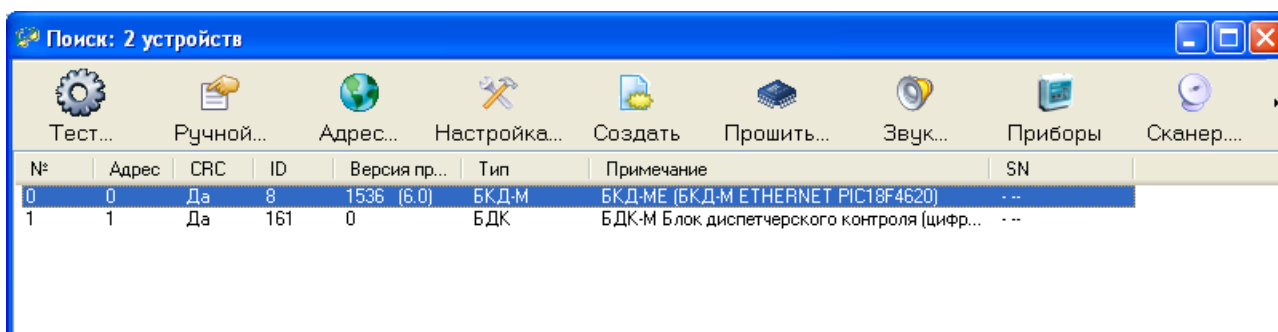

Рисунок 14 - Найденные устройства
7. После завершения процедуры поиска в окне «Поиск» выбрать строку с БЖД-МЕ и нажать кнопку «Прошить» (рисунок 14).
2. В появившемся окне (рисунок 14) выбрать БДК.
2. В появившемся окне (рисунок 14) выбрать БКД-МЕ.